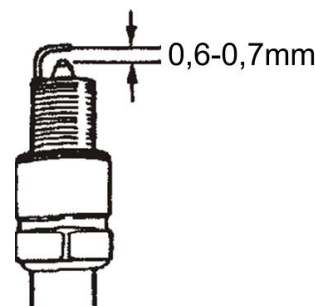

Fig. 9
- Retirez le couvercle de la bougie d'allumage (7) et nettoyez toute saleté autour de la bougie.
- Mesurez l'écartement de la bougie avec une jauge. Si nécessaire, ajustez-le en pliant délicatement l'électrode latérale. L'écartement doit être compris entre 0,6 mm et 0,7 mm (voir Fig. 9).